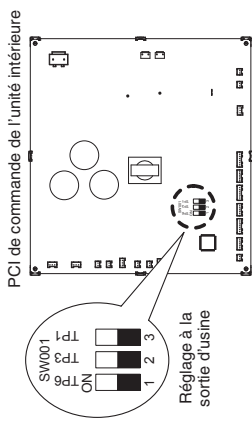

Fig. 10-1
2. Ouvrez le couvercle du boîtier de composants électriques et confirmez l'emplacement où le bouton Sélectionner est positionné sur la PCI de commande de l'unité intérieure. (Fig. 10-1)